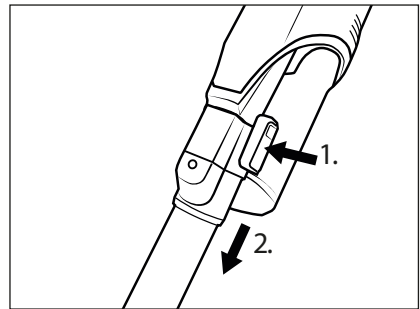

Fig. 11
- ◆ Pour retirer le tube d'aspiration 24 de l'appareil, maintenez la touche de déverrouillage du tube d'aspiration 25 enfoncée et retirez le tube d'aspiration 24 de l'orifice d'aspiration de l'appareil (voir fig. 11).